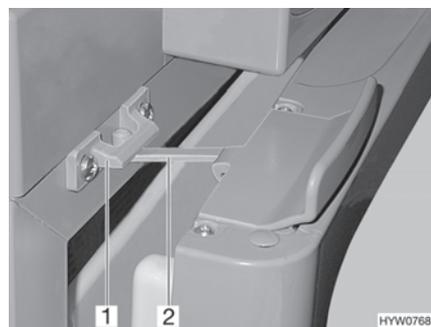

Fig. 108 Puerta del frigorífico en posición de ventilación (Thetford)
- Abrir el bloqueo (Fig. 108,2) y engatillarlo en el alojamiento del bloqueo (Fig. 108,1). De este modo, la puerta del frigorífico quedará ligeramente abierta.